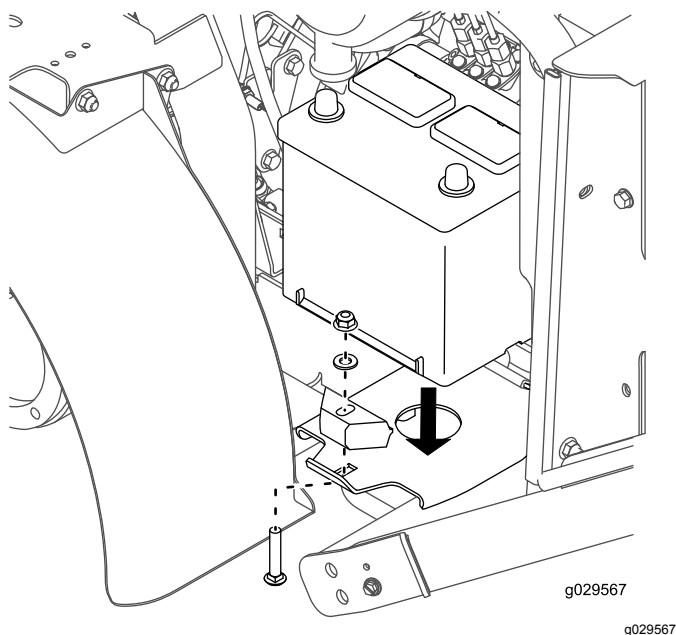

Bild 40
8. Befestigen Sie die Batterie lose mit der Schlossschraube, der Befestigungsplatte, der Scheibe und Mutter, die Sie vorher entfernt haben, an der Batterieplattform (**Bild 40**).